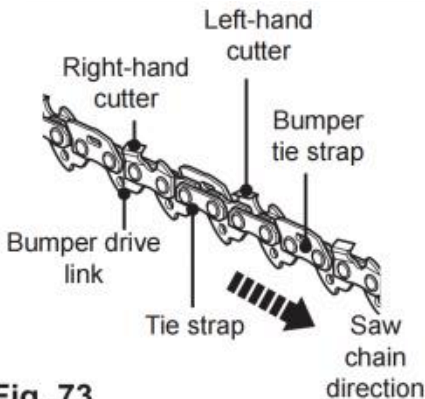

Fig. 73
2. Der Höhenunterschied zwischen Zahn und Kamm ist der Schnitttiefe. Beim Schärfen der Sägekette (C12) ist zu beachten folgende Punkte beachten (Abb. 73).